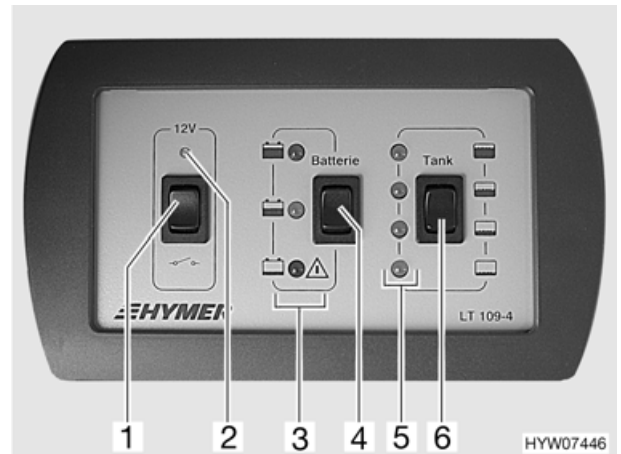

Fig. 60 Pannello di controllo (pacchetto autarchico)
La centralina elettrica funziona solo in collegamento con il pannello di controllo (Fig. 60).
L'interruttore principale a 12 V (Fig. 60,1) inserisce o interrompe l'alimentazione a 12 V dell'abitacolo.
- Premere in alto l'interruttore a bilico (Fig. 60,1) "12 V": l'alimentazione a 12 V dell'abitacolo è inserita. La luce spia (Fig. 60,2) diventa verde.
- Premere in basso l'interruttore a bilico (Fig. 60,1) "⚡": l'alimentazione a 12 V dell'abitacolo è disinserita. La luce spia (Fig. 60,2) si spegne.
Con l'interruttore a bilico "Batterie" (batteria) (Fig. 60,4) è possibile verificare lo stato di carica della batteria dell'abitacolo.
- Premere l'interruttore a bilico : la spia di controllo (Fig. 60,3) o di colore rosso, giallo o verde è accesa.
Con l'interruttore a bilico "Tank" (serbatoio) (Fig. 60,6) è possibile verificare il livello del serbatoio dell'acqua.
- Premere l'interruttore a bilico (Fig. 60,6): una delle luci spia (Fig. 60,5) si accende.